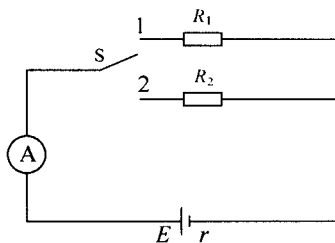

图 1.11 例 1.3 的图
**【例 1.3】** 如图 1.11 所示，当单刀双掷开关 S 合到位置 1 时，外电路的电阻  $R_1 = 14 \Omega$ ，测得电流表读数  $I_1 = 0.2 \text{ A}$ ；当开关 S 合到位置 2 时，外电路的电阻  $R_2 = 9 \Omega$ ，测得电流表读数  $I_2 = 0.3 \text{ A}$ ；试求电源的电动势  $E$  及其内阻  $r$ 。